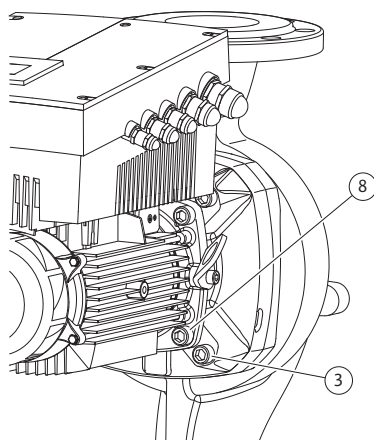

Fig. 50: Опциональное крепление съемного блока
11. Ослабить и удалить винты (рис. 7, поз. 3). На некоторых типах насосов выворачиваются внешние винты (рис. 50, поз. 3). Съемный блок (см. рис. 13) после извлечения винтов остается в стабильном положении на корпусе насоса. Опасность опрокидывания, в том числе при горизонтальном расположении вала электродвигателя, не возникает.
16. В зависимости от типа насоса ослабить винты (рис. 7, поз. 10) или альтернативно винты (рис. 50, поз. 8).
межуточный корпус на фланце электродвигателя с помощью винтов (рис. 7, поз. 10) **или** — в типах насосов/типах фонарей в соответствии с (рис. 50) — с помощью винтов (рис. 50, поз. 8).